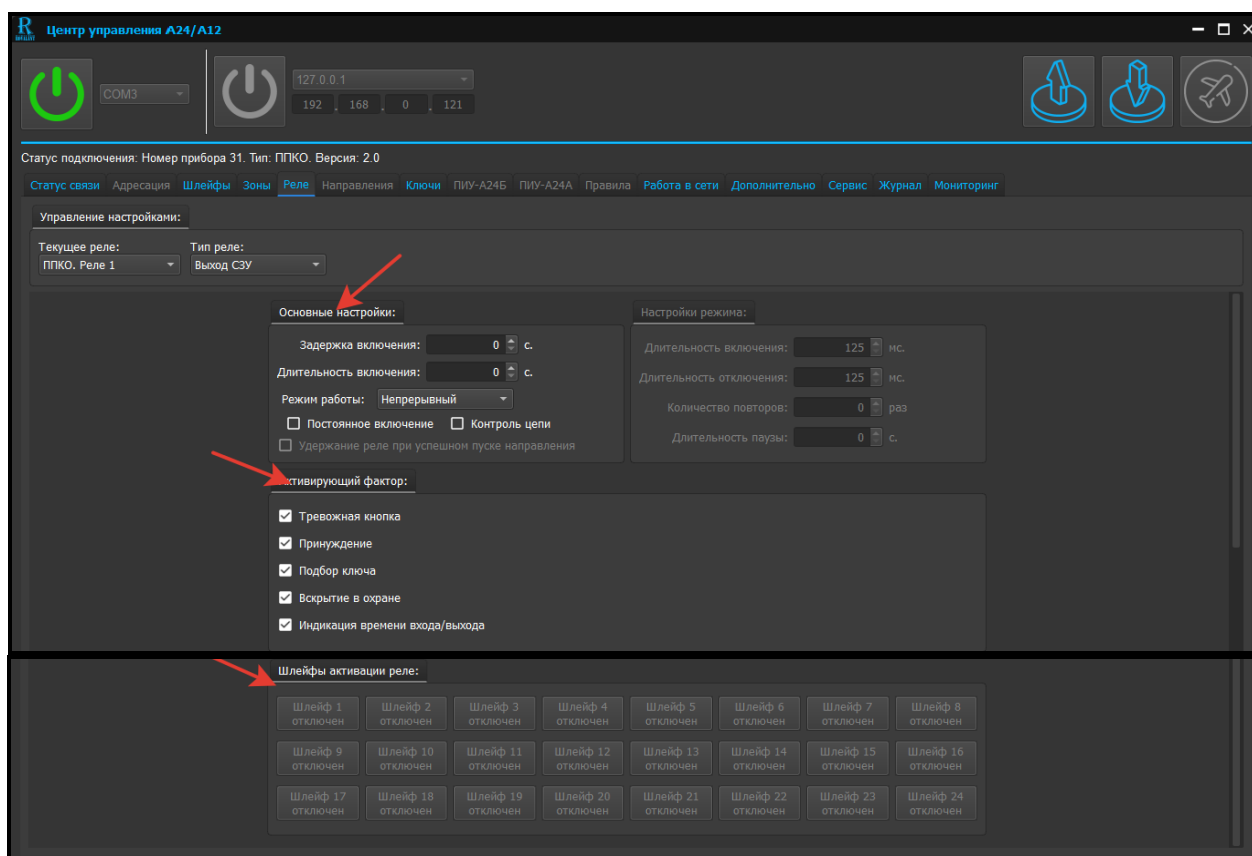

Рис. 41. Скриншот окна редактирования параметров реле типа «Выход СЗУ»
4.4.3 Редактирование параметров реле типа «Выход СЗУ» (см. рисунок 41)